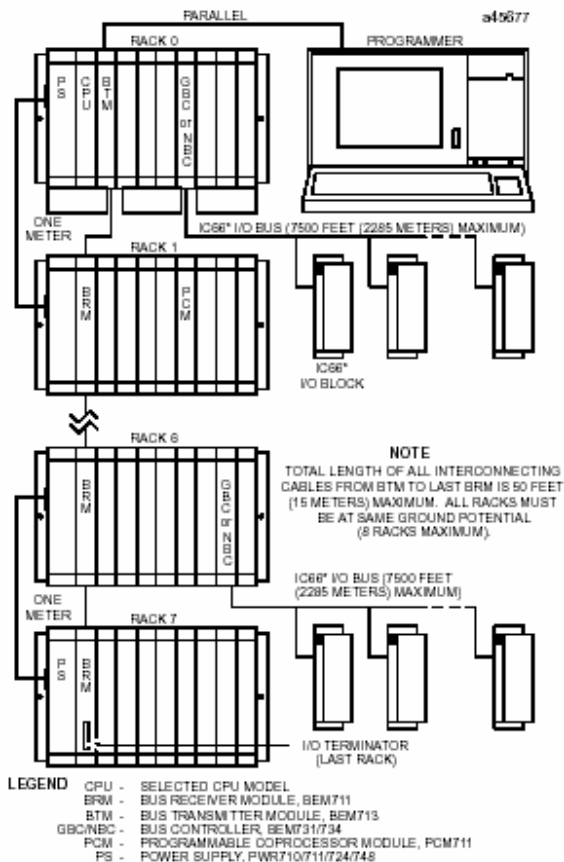

图 1. PLC系统配置实例
- 把CPX782模块安装在机架0的1槽。(见图1)
并行对接(只有基于MS-DOS程序设计器)程序设计器连接到总线发送器模块(IC698BEM713)顶端通道上,如图1所示。编程功能的描述参见适用的编程软件用户手册。